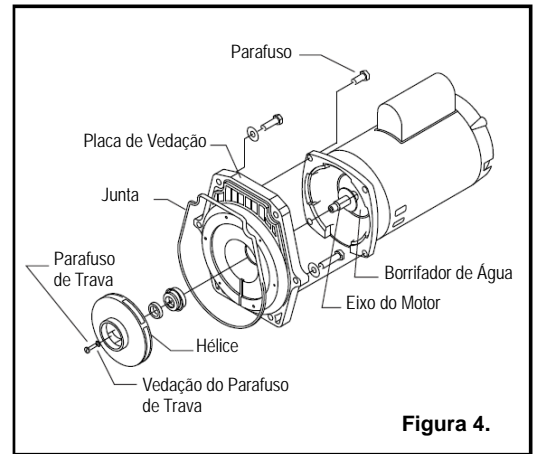

Figura 4.
B. Remontagem da Bomba/Substituição da Vedação; consulte a Figura 4.